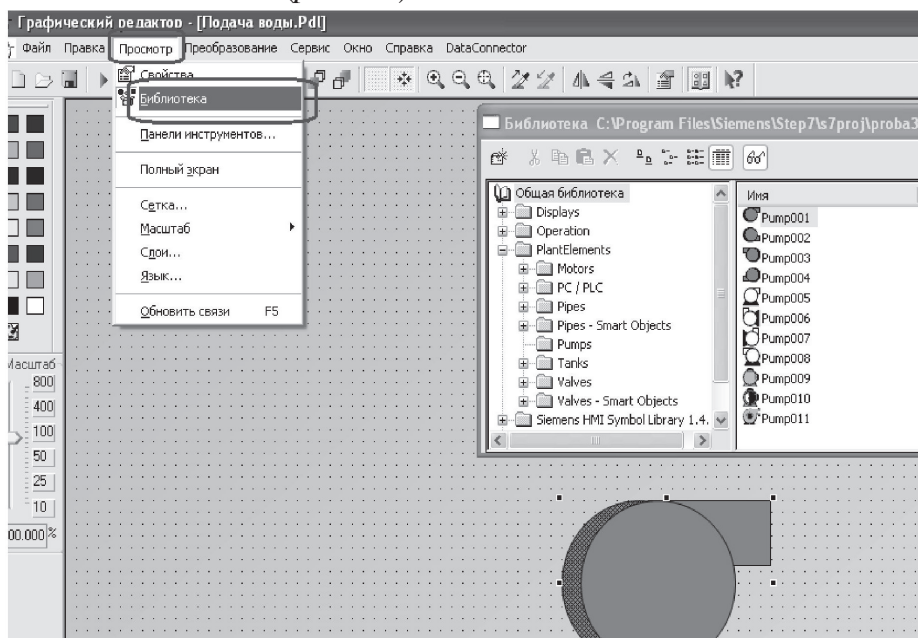

Рис. 3.7. Открытие библиотеки элементов
3. Приступаем к созданию статических элементов, пользуясь библиотекой элементов (рис. 3.7).